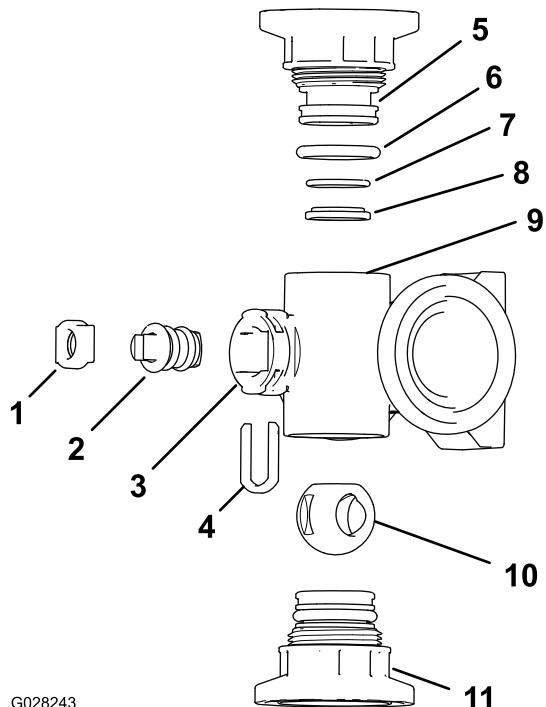
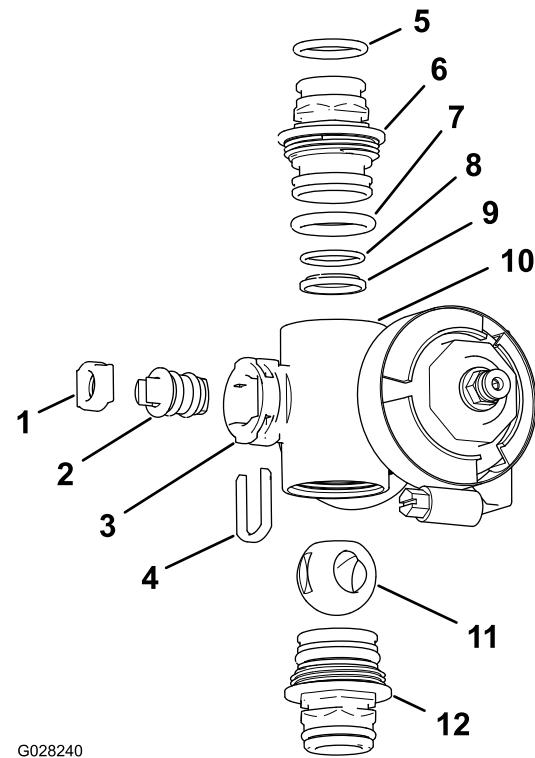

Bild 123
Bild 124
2. Nehmen Sie die zwei Endkappen-Anschlussstücke von jedem Ende des Verteilergehäuses ab (Bild 123 und Bild 124).
4. Nehmen Sie den Schafthalter aus den Schlitten im Schaftanschluss im Verteiler heraus (Bild 123 und Bild 124).
5. Nehmen Sie den Schafthalter und den Ventilschaftsockel aus dem Verteiler heraus (Bild 123 und Bild 124).
6. Fassen Sie in das Verteilergehäuse und nehmen Sie den Ventilschaft heraus (Bild 123 und Bild 124).
1. Überprüfen Sie den Zustand der O-Ringe des Auslaufanschlussstücks (nur Abschnittventilverteiler), der Endkappen-O-Ringe, der hinteren O-Ringe und den Kugelsockel auf Beschädigungen oder Abnutzung (Bild 123 und Bild 124).
2. Tragen Sie Silikonfett auf den Ventilschaft auf und setzen ihn in den Ventilschaftsockel (Bild 123 und Bild 124) ein.
3. Setzen Sie den Ventilschaft und den Sockel in den Verteiler und befestigen Sie den Schaft und den Sockel mit dem Schafthalter (Bild 123 und Bild 124).
4. Stellen Sie sicher, dass die hinteren O-Ringe und der Kugelsockel ausgefluchtet sind und im Endkappen-Anschlussstück sitzen (Bild 123 und Bild 124)
5. Bringen Sie das Endkappen-Anschlussstück am Verteilergehäuse an, bis der Flansch des Endkappen-Anschlussstücks das Verteilergehäuse berührt, drehen Sie dann das Endkappen-Anschlussstück um eine weitere Achtel- bis Viertelumdrehung (Bild 123 und Bild 124).